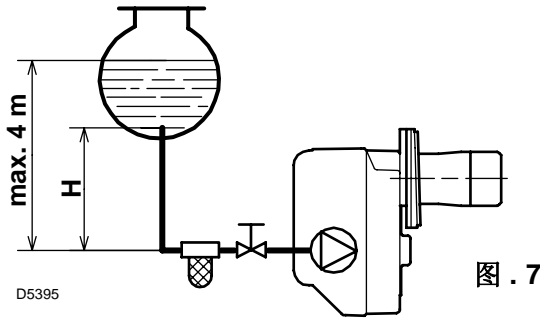
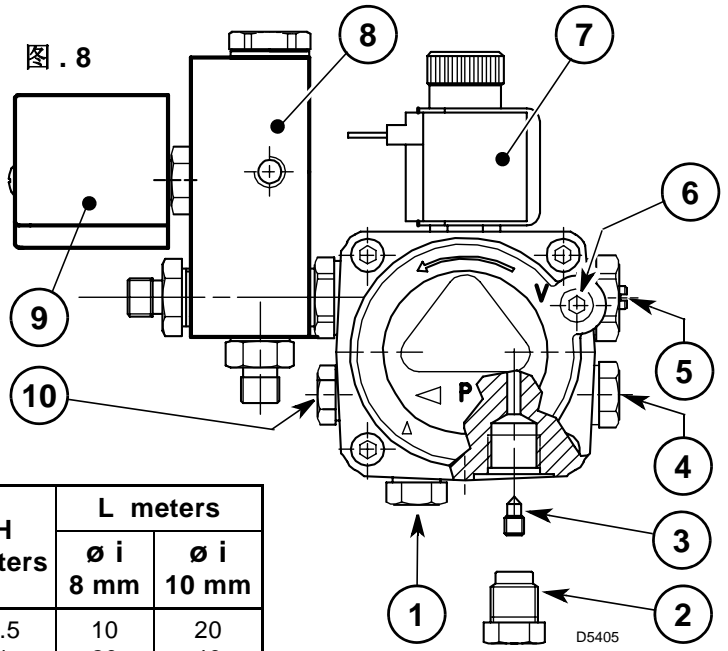

图 .7
图 .8
设计时泵是按双管运行的。如单管运行，须拧下回油螺钉 (2)，移开旁路螺钉 (3) 后再拧紧螺钉 (2)。(参见图 .8)。
在图 .7 所示系统中，松开油压表接口螺钉 (6, 图 .8) 直到有油流出就可以了。